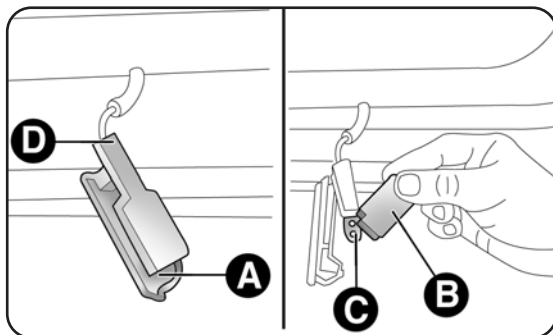

fig. 38
- ouvrir la portière et extraire le plafonnier en poussant avec un tournevis sur le clip A-fig. 38;